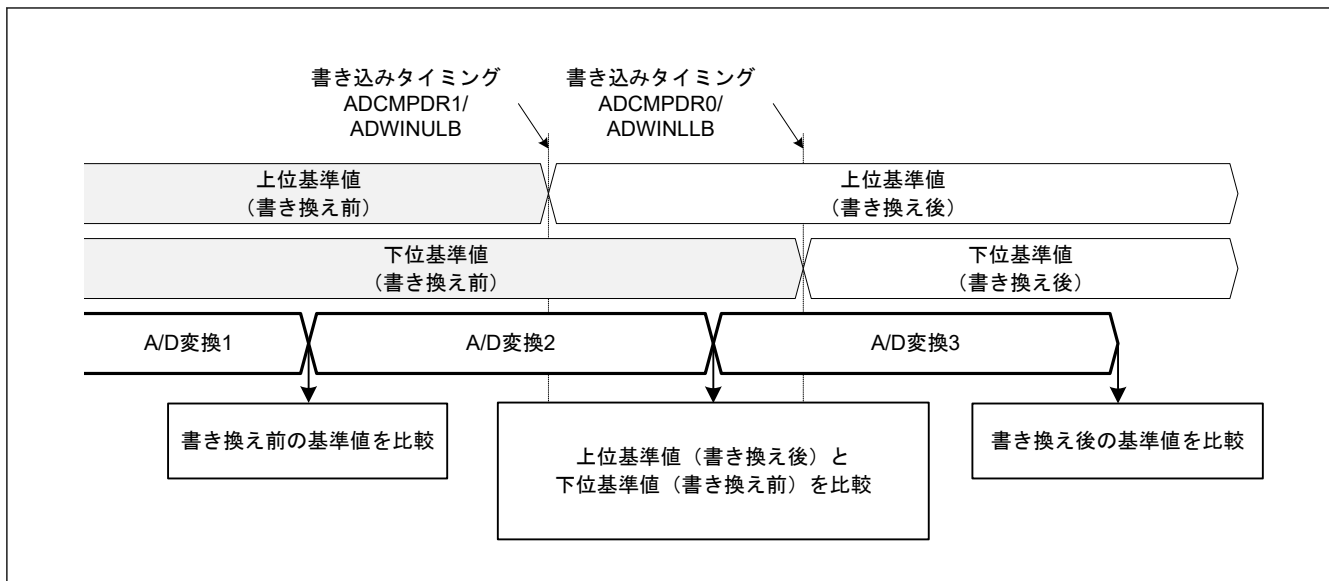

図 28.5 書き換え前後の上側基準値と下側基準値の比較
- 注 1. 下側基準および上側基準は、それぞれのレジスタが書き込まれる時に変更されます。たとえば上側基準値が変更され、下側基準値が変更中の場合、本 MCU は上側基準値（変更後）と下側基準値（変更前）を A/D 変換結果と比較します。図 28.5 を参照してください。2 つの基準値の書き換え時に比較エラーとなった場合、ADCSR.ADST および関連するコンペアウィンドウ動作許可ビット (ADCMPCR.CMPAE または ADCMPCR.CMPBE) がどちらも 0 のときに、それらの基準値を書き換えてください。